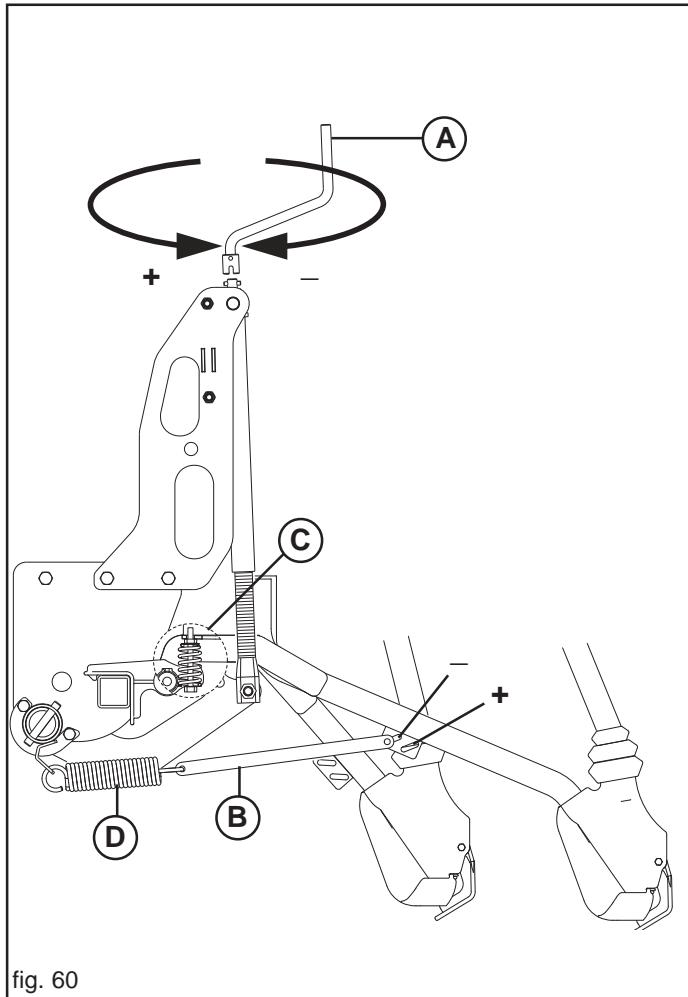

fig. 60
La profondità di semina viene regolata, contemporaneamente per tutti gli assolcatori tramite una manovella (A, Fig. 60), che consente, se girata in senso antiorario, di esercitare una maggiore pressione degli assolcatori sul terreno e quindi automaticamente una deposizione più profonda del seme.
Si può ulteriormente regolare la pressione, singolarmente, cambiando la posizione del tirante (B Fig. 60).
Solo con assolcatori a stivaletto è disponibile, come accessorio, una molla (C, Fig. 60) che consente di azzerare il peso del singolo elemento a molla (D) completamente scarica. In questa situazione è possibile eseguire semine superficiali.